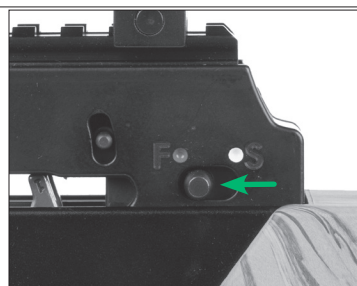

FIGURE 13
La sûreté est dégagée et l'arbalète est prête à être armée quand le cran de sûreté est passé de la position (S) (ENCLENCHÉE), sous le point blanc, à la position (F) (DÉGAGÉE), sous le point rouge, comme illustré à la figure 13.
L'arbalète pointant dans une direction sûre et chargée d'une flèche, faites glisser le cran de sûreté (partie 20) vers l'avant jusqu'à ce que vous entendiez et sentiez le déclic du cran. La sûreté est délogée et l'arbalète est prête à être armée ou à tirer quand le cran de sûreté est passé de la position (S) (ENCLENCHÉE), sous le point blanc, à la position (F) (DÉGAGÉE), sous le point rouge, comme illustré à la figure 13 de la page 4.